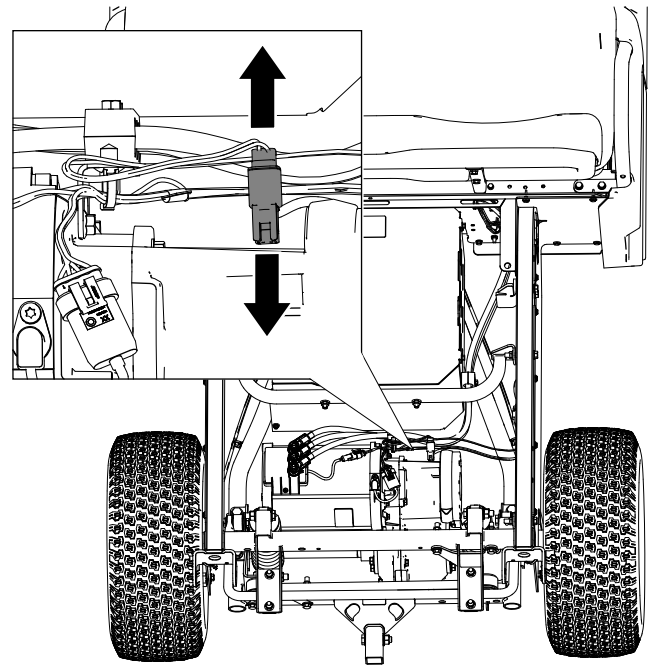

Figure 24
3. Localisez et débranchez le connecteur de frein du faisceau principal derrière le compartiment de la batterie (Figure 24).